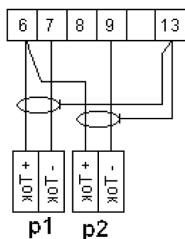
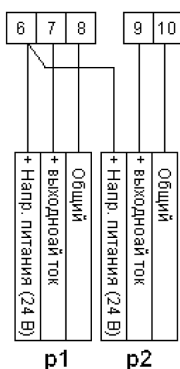

Рис. 2 Двухпроводная схема подключения преобразователей давления (4-20 мА), питание от тепловычислителя + 24 В
Рис. 3 Трехпроводная схема подключения преобразователей давления, питание от тепловычислителя + 24 В
2. На рисунке представлена схема подключения преобразователей давления, имеющих собственный источник питания. Другие варианты подключения преобразователей давления представлены на рис.2 и рис. 3 настоящего приложения.
Примечания: 1. К тепловычислителю по схеме рис.2 и рис.3 можно подключать не более двух преобразователей давления.